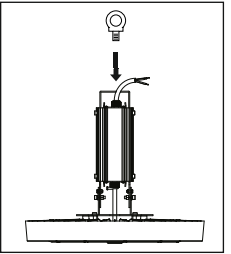

Рис. 1
- 5.11.2 Вставьте рым-болт из комплекта поставки осветительного прибора в специальное отверстие в скобе в верхней части драйвера и надежно затяните с другой стороны скобы шайбой, пружинной шайбой (чтобы предотвратить ослабление крепления рым-болта) и гайкой (рис. 1).